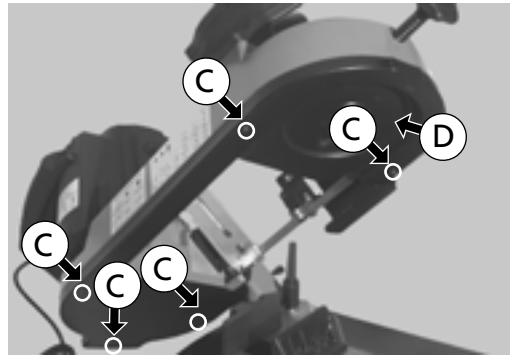

Fig. 49
4. Quite la cubierta trasera de la hoja de corte desatornillando los 5 tornillos de la base (C) - (Fig. 49). Utilice para ello la llave allen de 2 mm (Fig. 32).